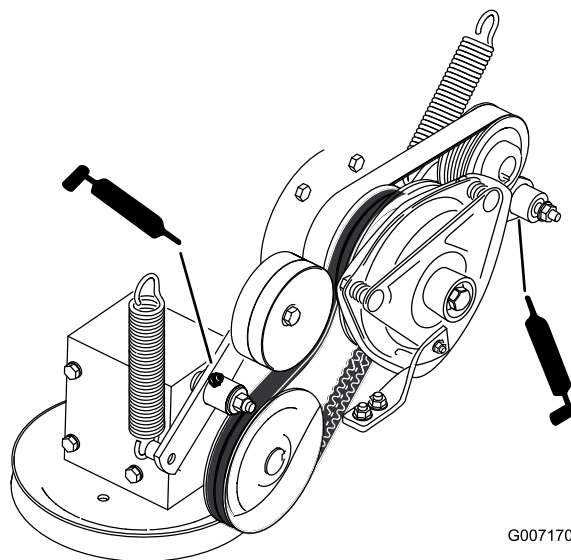

Figura 55
8. Lubrifique o braço intermédio da correia da transmissão da PTO (Figura 55).
9. Lubrifique com massa o braço do tambor falso da correia da bomba (Figura 55).